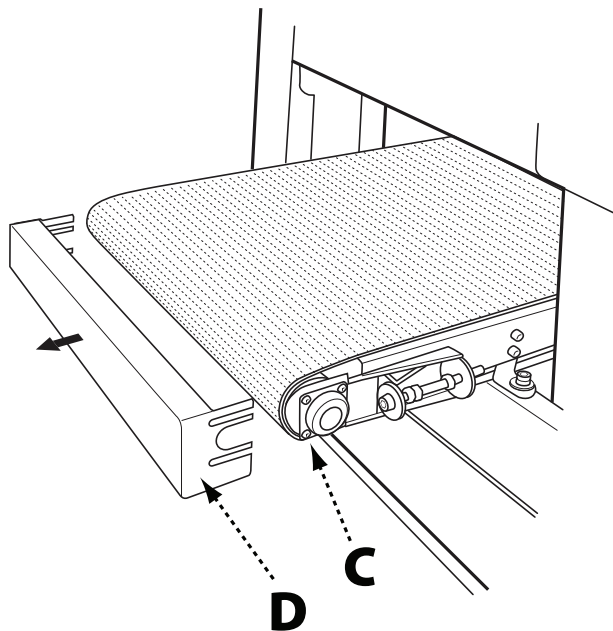
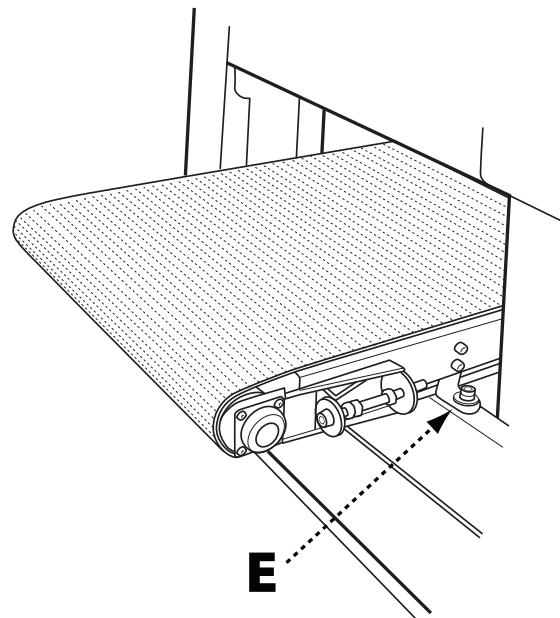

FIG. 9
FIG. 10
3. Afloje pero no quite los ocho tornillos con cabeza Phillips (C) que están sosteniendo los rodamientos a cada lado del frente de la mesa de alimentación. Consulte la Fig. 9.
4. Quite el protector frontal (D) deslizándolo hacia adelante.
5. Ubique y quite los cuatro tornillos con cabeza allen de 6 mm (E) que están asegurando la mesa de alimentación a la base. Consulte la Fig. 10.